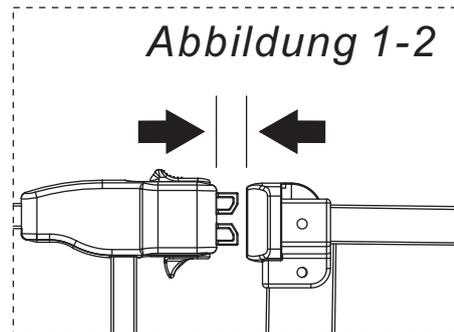

Abbildung 1-2
**HINWEIS** Möglicherweise bemerken Sie einen leichten Spalt zwischen der Türverriegelung des Tores und dem Rahmen (*Abbildung 1-2*).